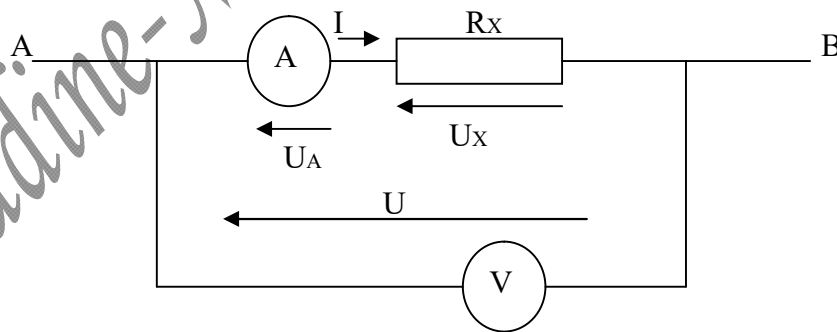

Fig 2
- a – réaliser le montage de la (fig2) entre A et B où est branché le générateur de tension continue.